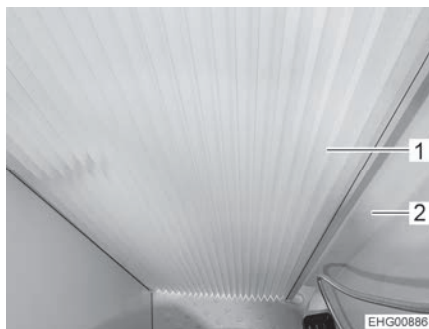

Fig. 207 Plisado, cerrado
- Cerrar el plisado (Fig. 207,1). Para ello, tirar el plisado hacia la pared giratoria grande (Fig. 207,2) hasta que el cierre magnético sujete el plisado en su posición.